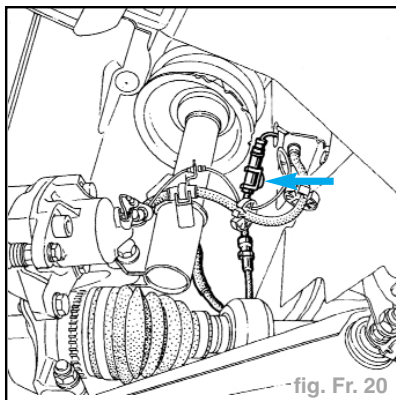

fig. Fr. 20
- Débrancher le connecteur (fig. Fr. 20).